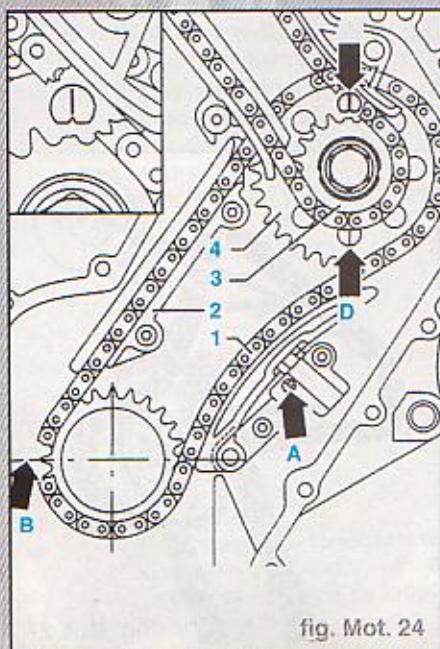

fig. Mot. 24
- Régler ou contrôler la position du vilebrequin par rapport à l'arbre intermédiaire. La dent meulée du pignon d'entraînement -B- doit coïncider avec le plan de séparation du palier (PMH de cylindre 1) (fig. Mot. 24).
- Serrer les pignons de chaîne 3 et 4 d'arbre intermédiaire à 100 N.m (fig. Mot. 24).